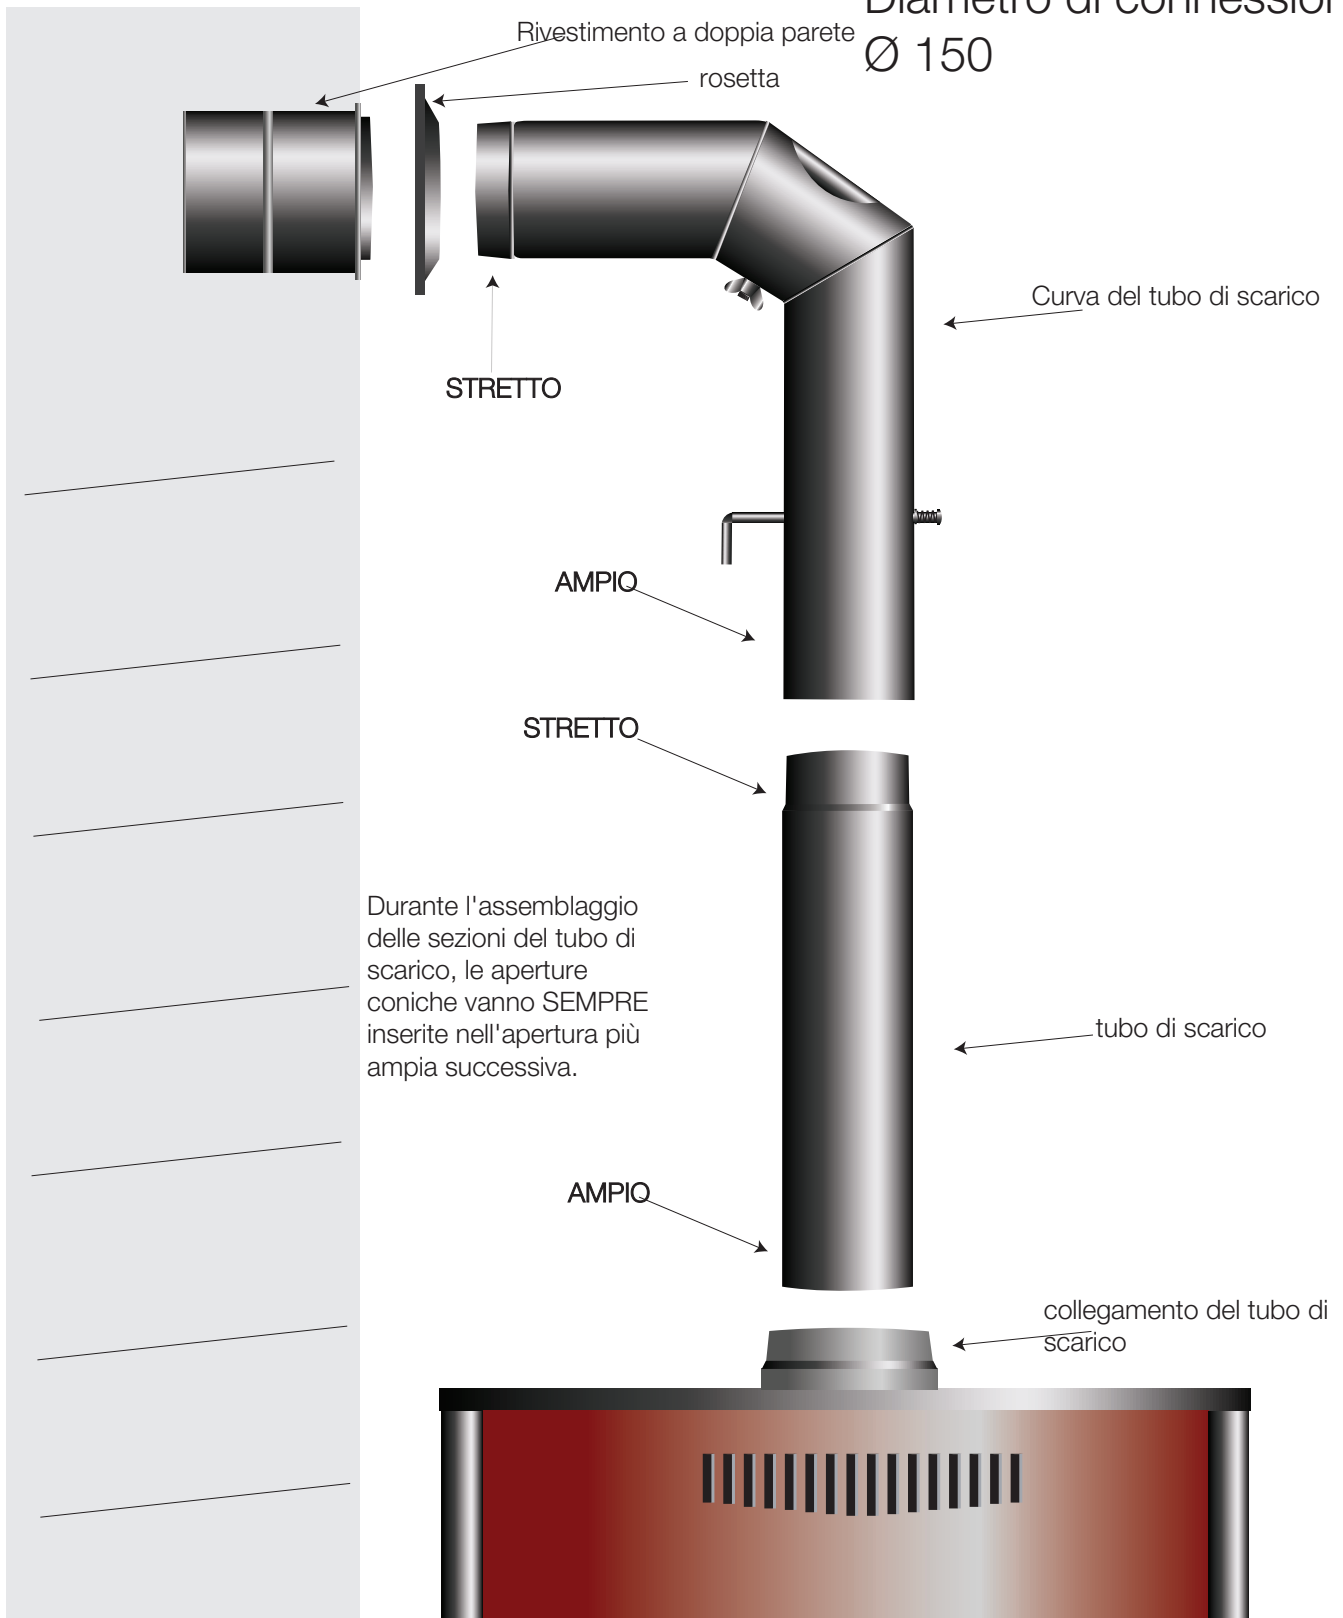

Figura 5 Collegamento della stufa a legna al camino
6. Figura 5 Collegamento del camino al camino/fumaiolo	Pagina 7